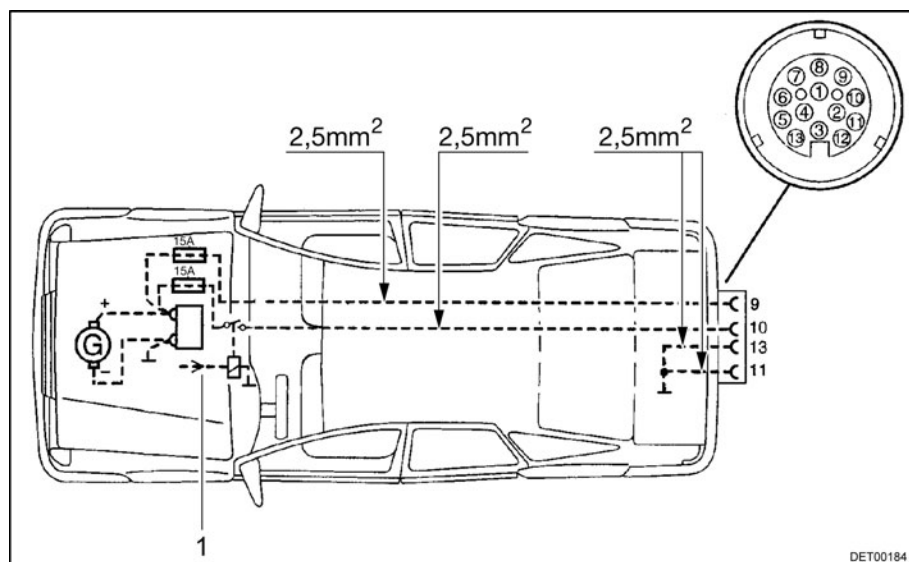

Fig. 109 Plano de instalación del vehículo tractor (Conjunto Autark)
- ▷ Vuelva a reequipar el vehículo tractor con la sección de cable correspondiente y un relé para la alimentación de corriente (controlada mediante encendido) (véase Fig. 109).